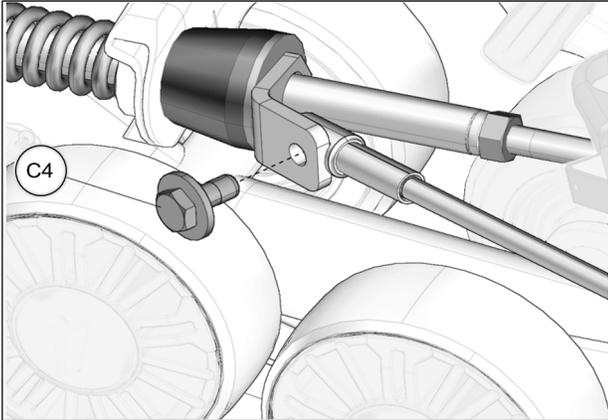

Fig. 24
- Reverse steering wheel a little to be able to bolt support plate and cable together. Tighten provided bolt (C4) to 35 N•m [24 lb•ft]. See Fig. 24. Repeat steps on right side.
14. Tourner légèrement le volant dans le sens contraire jusqu'à ce que le câble puisse être fixé à la plaque de support en utilisant le boulon (C4) fourni. Serrer à un couple de 35 N•m [24 lb•pi]. Voir la Fig. 24. Effectuer le même exercice du côté droit.